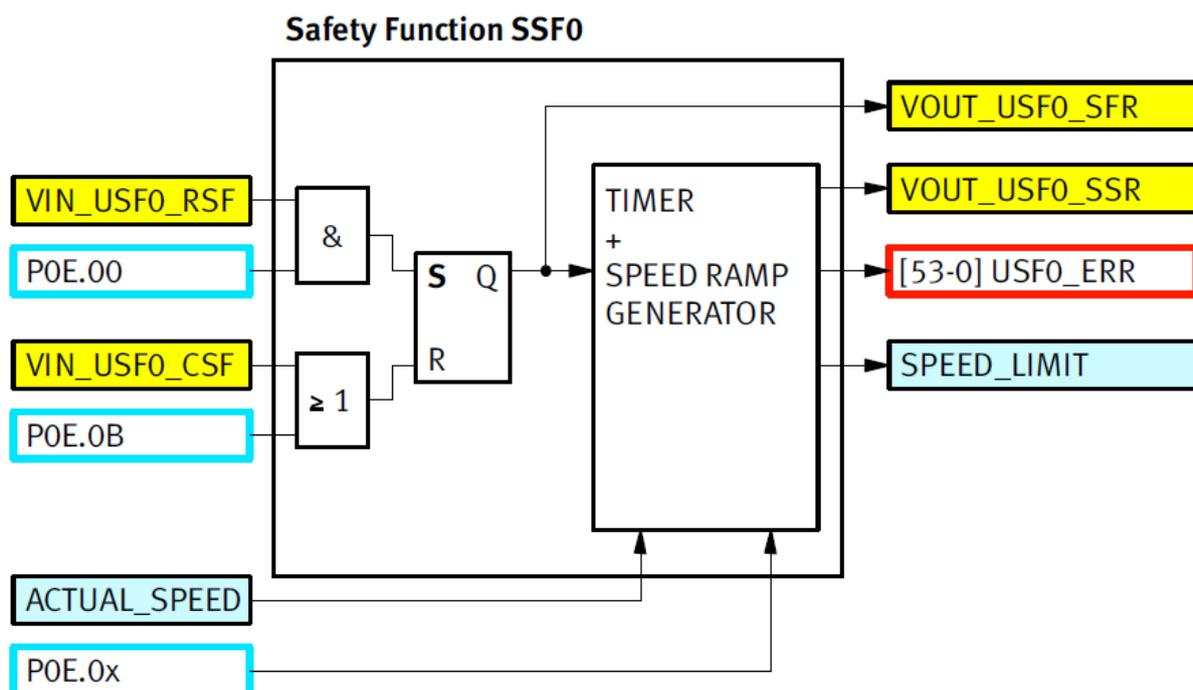

Abbildung 26: Blockschaltbild SSF0
**Tabelle 55: Legende zu Abbildung 26**